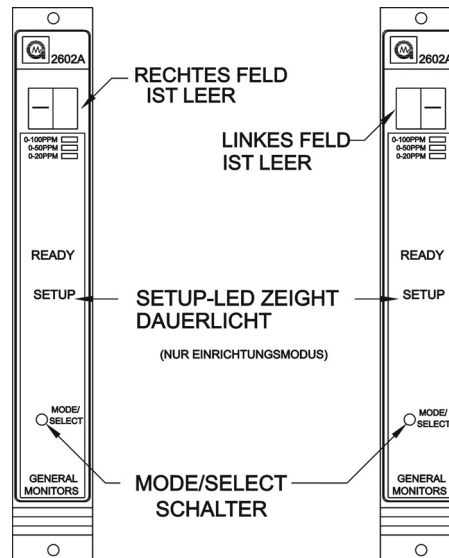

Abbildung 23 - Passwort eingeben
- Bei aktivierter Passwortooption ist das rechte Feld der Anzeige leer, und im linken Feld wird ein (-) angezeigt (Abbildung 23). Drücken Sie den **Mode/Select**-Schalter, bis die erste Zahl Ihres Passworts angezeigt wird, und warten Sie dann ca. fünf Sekunden.
- Das linke Feld der Anzeige ist dann leer, und im rechten Feld wird ein Strich (-) angezeigt (Abbildung 23). Drücken Sie den **Mode/Select**-Schalter, bis Ihre korrekte Passwortzahl angezeigt wird, und warten Sie dann ca. fünf Sekunden. Ist das Passwort korrekt, wechselt das Gerät zur Sperroption. Ist das Passwort nicht korrekt, kann der Benutzer nicht fortfahren; das Gerät kehrt dann in den normalen Betriebsmodus zurück. Vom Betriebsmodus aus kann der Benutzer erneut versuchen, in den Modus **Einrichtung** zu wechseln. Das werkseitig eingestellte Passwort ist **00**.